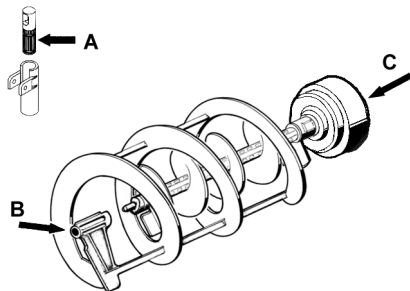

figure 10
- 2 Lubrifier le piston du robinet, le racloir intérieur et le racloir extérieur (aux points A, B et C indiqués en figure 10) en utilisant uniquement la graisse fournie par le fabricant ou d'autres graisses à usage alimentaire.